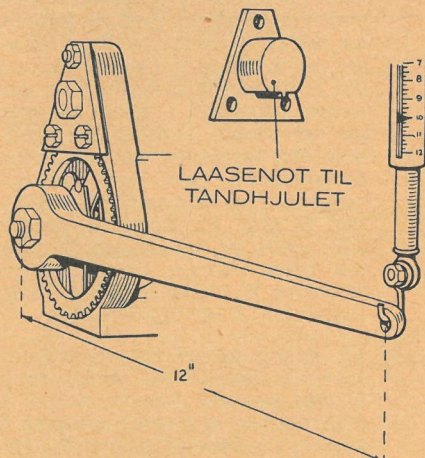

Fig. 7. Således kan man måle, hvor stramt koblingen skal indstilles.
- Efter samlingen må koblingens indstilling kontrolleres. Dette gøres lettest ved at låse tandhjulet og anbringe en fast vægt på drivakslen som vist i fig. 7. Koblingen skal da glide ved et drejningsmoment på 4—10 lbs/feet, d. v. s. et træk på 4—10 lbs (1,8—4,5 kg), målt på en fjedervægt med en 12" (0,3 m) lang vægstang. Glider koblingen udenfor disse grænser, må der indsættes en ny koblingsfjeder.